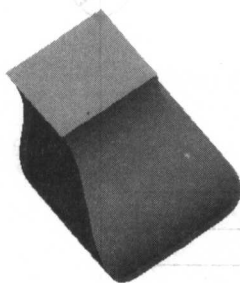

图 1-30
(3) 单击【扫描为实体】按钮 ，然后单击  按钮确认，得到如图 1-30 所示的扫描实体。